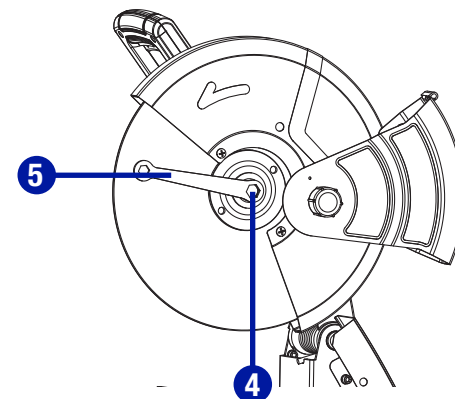

Fig. 8
- Lorsque le bouton du verrou d'arbre s'enclenche dans l'arbre, serrez le boulon de l'arbre (4) en le tournant dans le sens horaire à l'aide de la clé à disque (5) fournie. (Fig. 8)